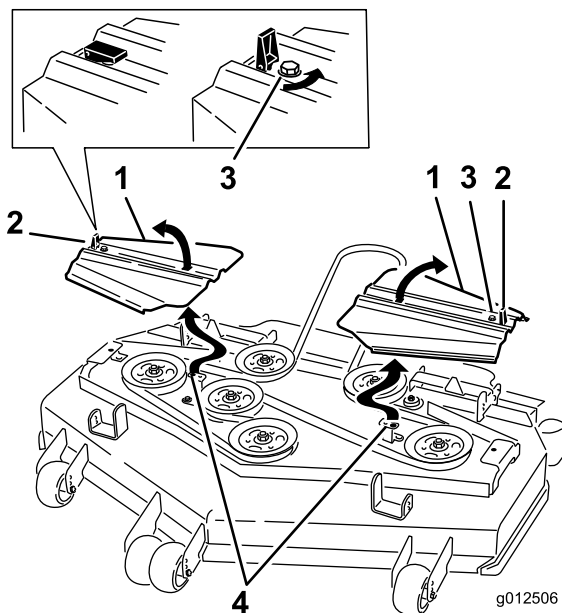

Bild 86
- Setzen Sie die Riemenabdeckungen auf. Die Nasen sollten in den Schlitzen stecken. Setzen Sie die Schrauben und schließen Sie die Laschen (Bild 86).